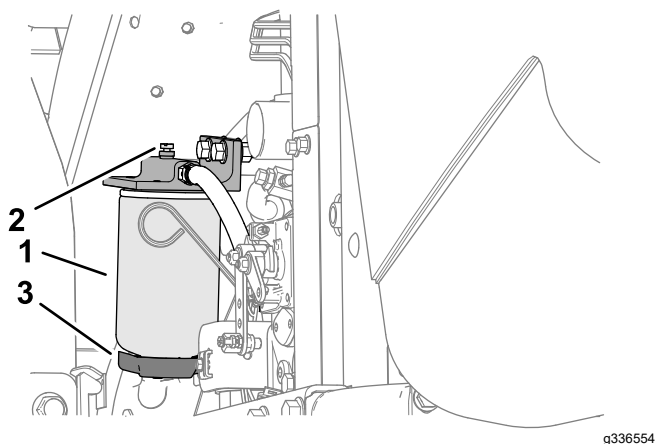

Figura 71
4. Afloje la válvula de vaciado en la parte inferior del cartucho del filtro (Figura 71).
3. Limpie la zona de montaje del cartucho del filtro (Figura 71).